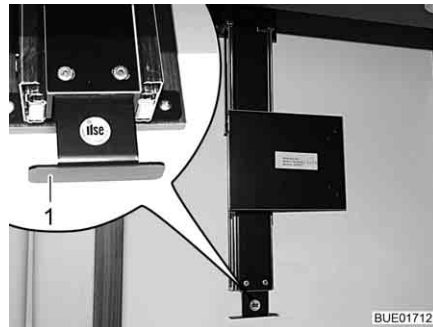

Bild 67 Fäste bakom hängskåpet
- Dra utdraget vid handtaget (Bild 67,1) nedåt fram till anslaget.